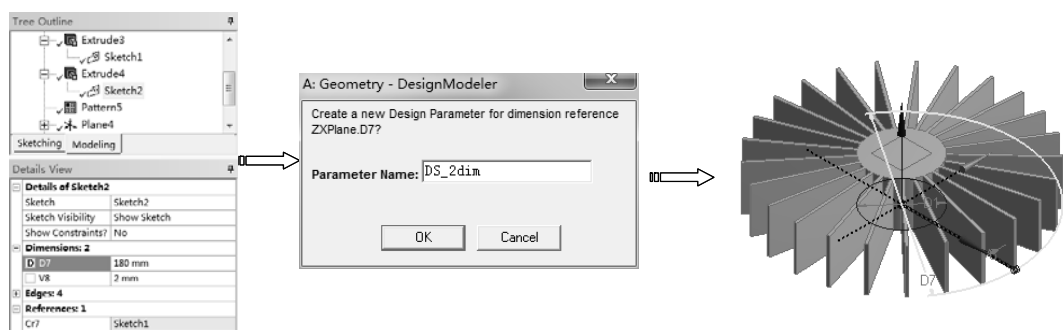

图 12-63 设置优化参数 2
5) 在设计树中选择草图 Sketch2, 在详细设置窗口中单击 D7 前的方框, 使其显示 P 符号, 表示该参数作为优化输入参数, 系统弹出参数名称设置对话框, 输入 DS_2dim, 单击【OK】按钮完成, 如图 12-63 所示。